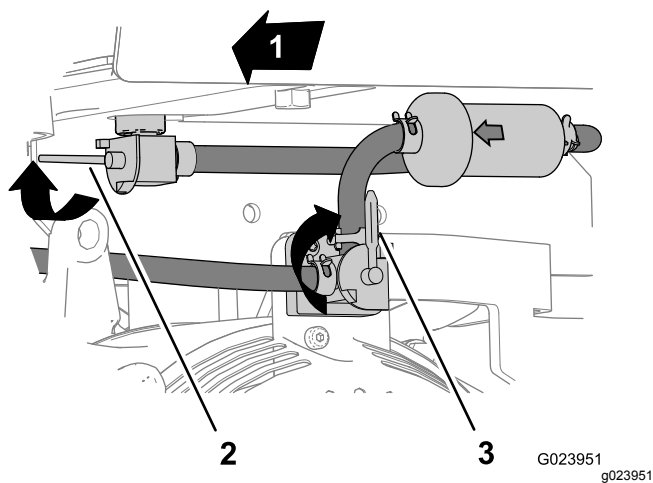

Figura 23
2. Gire la palanca de la válvula de cierre del depósito hacia adelante y hacia arriba a la posición de CERRADO (Figura 23).
4. Gire la palanca del interruptor del motor en sentido horario a la posición de PARADA y deje que el motor se enfríe (Figura 23).
12. Abra la válvula de cierre del depósito, accione el interruptor del motor, y compruebe que no hay fugas de combustible (Figura 23).